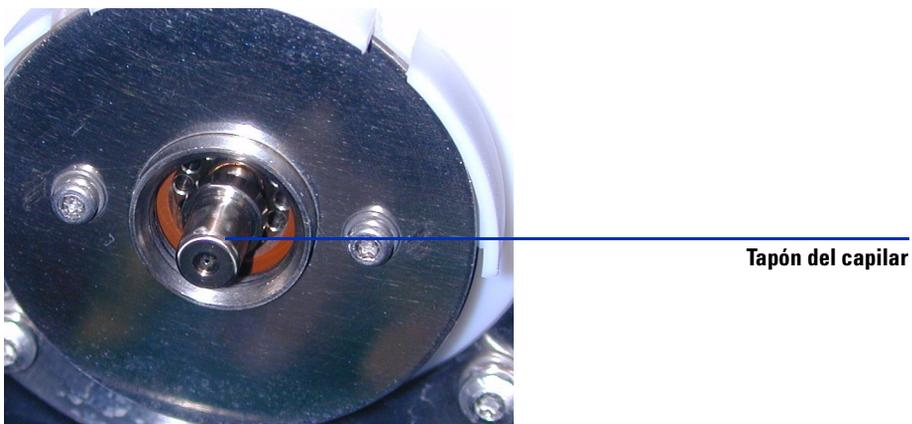

Figura 5 Protector del spray retirado.
- 9 Retire el tapón del capilar. Si fuera necesario, humedezca un paño limpio con alcohol isopropílico y limpie el tapón del capilar. Consulte Figura 5.